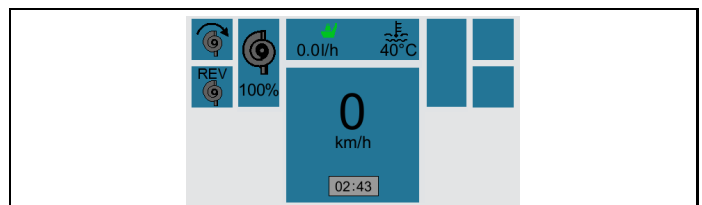

Abb. 5-44: Grundbild Transport
1. Wahlschalter (2) in Position "3" (Transport) stellen.
→ Es erscheint das Grundbild "Transport" (Abb. 5-44) auf dem Info- und Bedienterminal (1).
2. Handgashebel (3) in Leerlaufposition stellen.